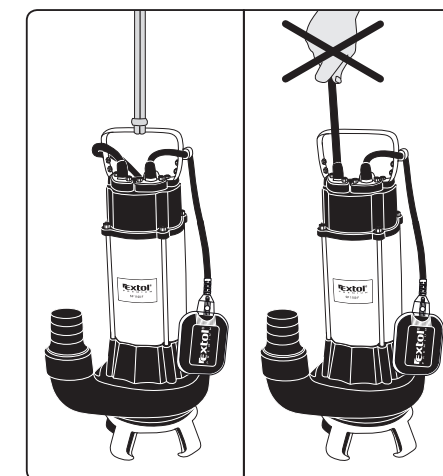

Abb. 5, Illustratives Bild
7. Senken Sie die am Seil befestigte Pumpe langsam ins Wasser (Abb. 5), sodass die Pumpe vollständig in das Wasser in Bezug auf die Wasserspiegellhöhe eingetaucht ist. Die Pumpe darf nicht durch Halten am Versorgungskabel ins Wasser abgesenkt werden, da dies die Dichtung um das Kabel am Eintrittspunkt in die Pumpe beschädigen und Wasser in den elektrischen Teil der Pumpe eindringen kann, wodurch ein Stromschlag oder Tod verursacht werden kann.